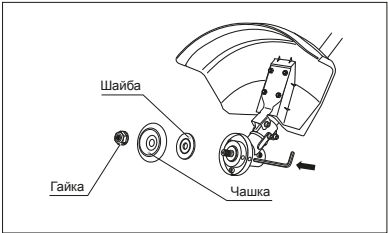

рис. 5
1. Совместите отверстия в чашке редуктора и фланцевой шайбе. Вставьте металлический стопорный стержень или шестигранный ключ из комплекта в отверстия чашки редуктора и фланцевой шайбы. Вращая гайку по часовой стрелке, снимите ее, а также чашку и шайбу со шпинделя редуктора (рис. 5).